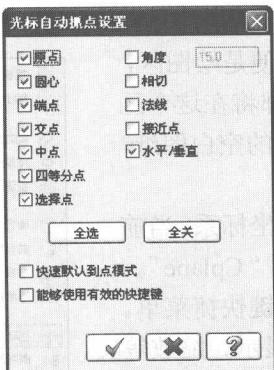

图 1.8 【光标自动抓点设置】对话框
(3) 自动捕捉设置按钮 \square 。单击 \square 按钮，系统弹出如图 1.8 所示的【光标自动抓点设置】对话框，用户可以设置自动捕捉的类型。在设置时，用户可以逐一选择需要的捕捉类型，也可以单击【全选】按钮，一次性选择所有的捕捉类型，或单击【全关】按钮，一次性取消选择所有的捕捉类型。
利用弹出的快捷菜单，用户可以快速进行一些视图显示、缩放等方面的操作。例如，选择【自动抓点】命令则可以设置绘图时系统自动捕捉的类型，如图 1.8 所示。